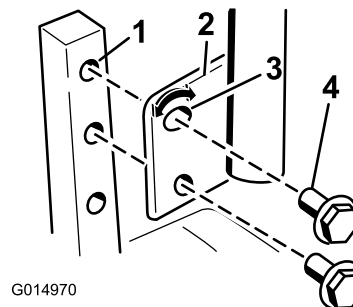

Figura 22
1. Remova 2 parafusos que prendem a alavanca de controlo ao veio do braço de controlo (Figura 22).
2. Mova a alavanca de controlo para o conjunto de furos seguinte. Prenda a alavanca com os 2 parafusos (Figura 22).
2. Desaperte o parafuso inferior o suficiente para rodar a alavanca de controlo para a frente ou para trás (Figura 22). Aperte ambos os parafusos para fixar o controlo na nova posição.